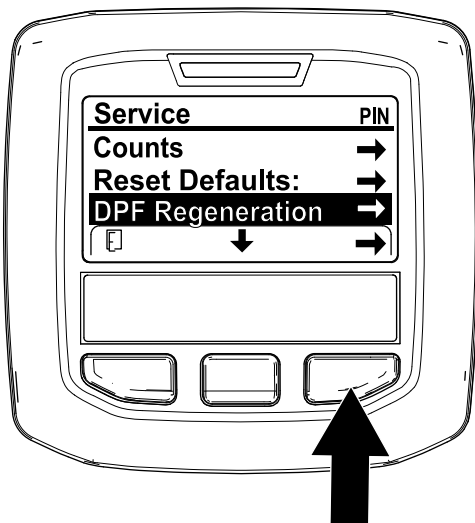

図 31
1. 整備 Serviceメニューから、中央ボタンで下へスクロールして DPF REGENERATIONメニューに入る 図 31。
2. 右側のボタンで DPF Regeneration再生に入る 図 31。